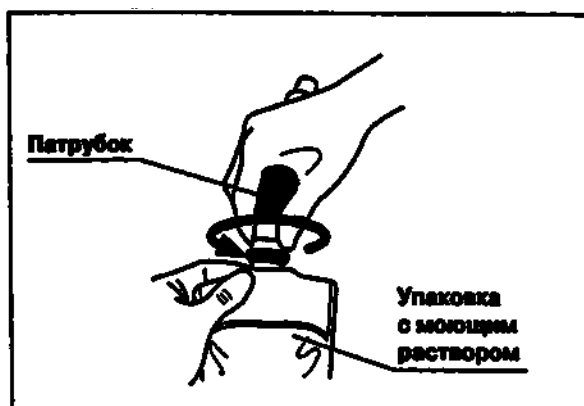

Рис. 4.59
5. Удалите колпачок с горловины упаковки моющего раствора и присоедините входящий в комплект патрубок к горловине, вращая его в направлении, показанном на рис. 4.59.